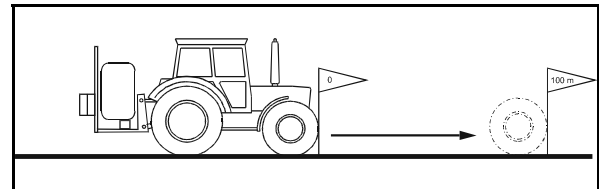

Fig. 44
2. Marque el punto inicial y el final (Fig. 44).